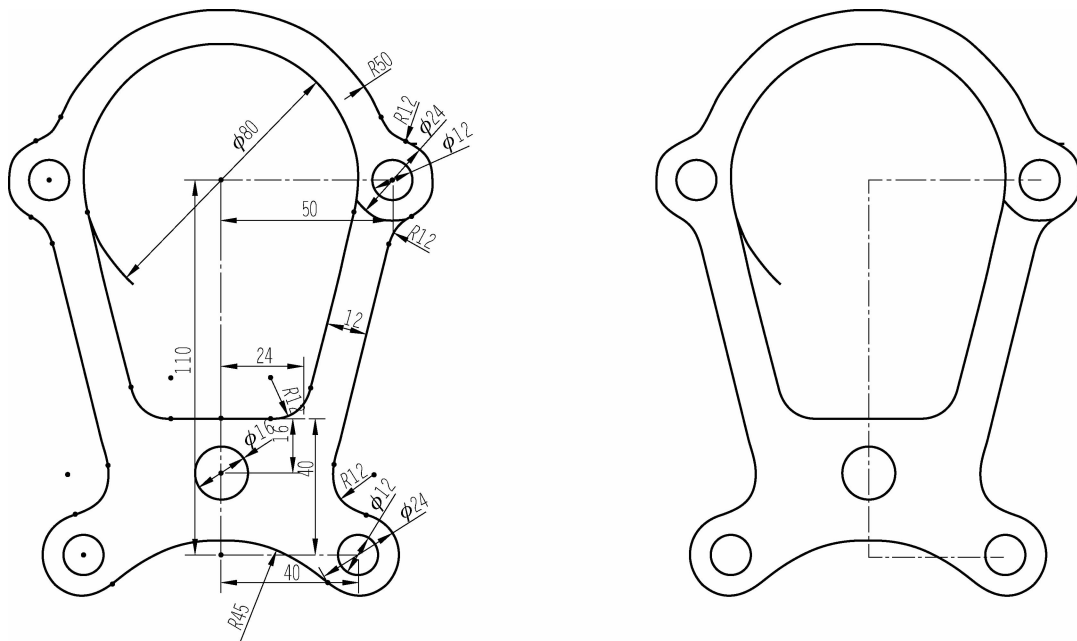

图 2-49 支架轮廓草图完成图
(11) 修剪多余曲线。在“草图”工具条中单击图标，修剪多余的曲线。
(12) 在“草图”工具条中单击图标，退出草图环境并保存文件，完成支架轮廓的草图绘制，如图 2-49 所示。